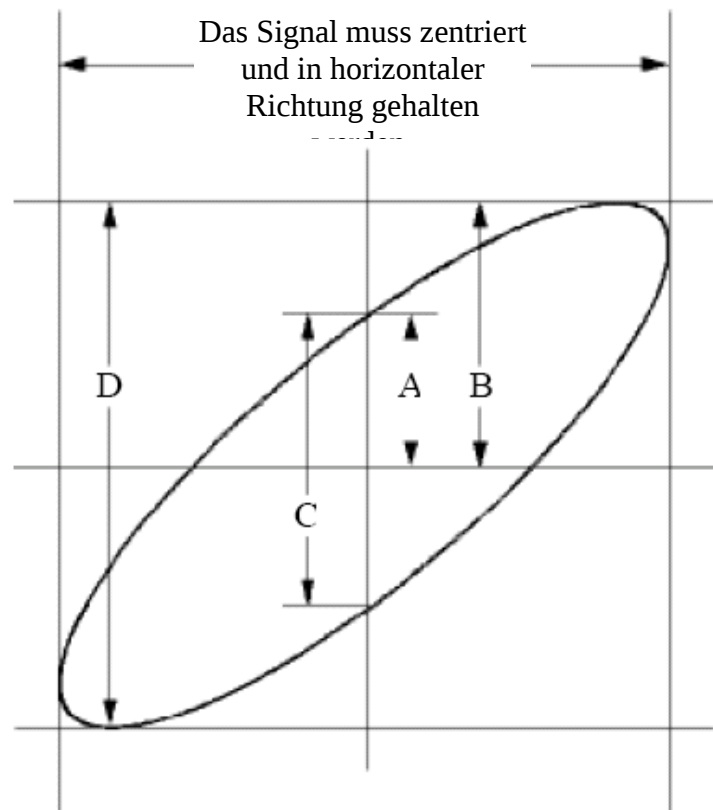

Abbildung 0-6 Lissajous-Diagramm
- (1) Stellen Sie den Dämpfungskoeffizienten des Sondenmenüs auf **10X** und den des Schalters in der Sonde auf 10X ein (siehe „So stellen Sie den Vordämpfungskoeffizienten ein“ auf Seite 11). Verbinden Sie die Sonde von Kanal 1 mit dem Eingang des Netzwerks und die von Kanal 2 mit dem Ausgang des Netzwerks.
- (2) Drücken Sie die Taste **Autoset**, wobei das Oszilloskop die Signale der beiden Kanäle einschaltet und sie auf dem Bildschirm anzeigt.
- (3) Drehen Sie den Regler für die **vertikale Skala**, so dass die Amplituden zweier Signale im Groben gleich sind.
- (4) Drücken Sie die Taste **Acquire**, um das rechte Menü anzuzeigen.
- (5) Wählen Sie im rechten Menü den **XY-Modus** als **EIN**. Das Oszilloskop zeigt die Eingangs- und Anschlusseigenschaften des Netzwerks in Form eines Lissajous-Diagramms an.
- (6) Drehen Sie die Regler **Vertikale Skala** und **Vertikale Position**, um die Wellenform zu optimieren.
- (7) Mit der Methode des elliptischen Oszillogramms wird die Phasendifferenz beobachtet und berechnet (siehe *Abbildung 0-6*).